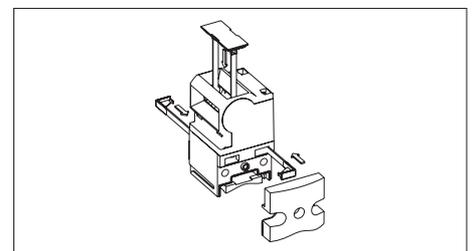

Bild 2: Einsetzen der Sicherungskeile und der Schlitzabdeckung
3. Zum Verdrehenschutz beiliegende Sicherungskeile einsetzen (Bild 2). Ein weiteres Umstellen der Betätigungsrichtung ist dann nicht mehr möglich.